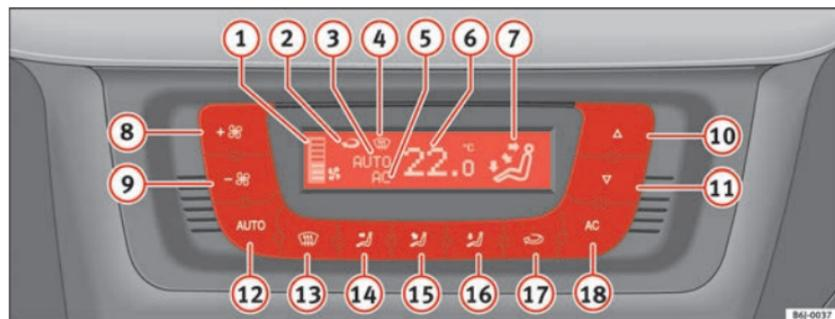

Fig. 91 Sur le tableau de bord : éléments de commande du Climatronic
- Tournez le régulateur de température ⇒ page 130, fig. 91 ⑩ pour régler la température souhaitée.
- ① Indicateur de position du ventilateur.
- ② Indicateur de la fonction de recyclage de l'air
- ③ Position **AUTO** (Fonctionnement automatique)
- ④ Position de désembuage
- ⑤ Position AC (Climatisation connectée)
- ⑥ Indicateur de la température intérieure sélectionnée
- ⑦ Indicateur de la direction du flux d'air
- ⑧ Augmentation de la vitesse du ventilateur
- ⑨ Diminution de la vitesse du ventilateur
- Appuyez sur la touche **AUTO**. L'afficheur indique ⇒ page 130, fig. 91 ⑦.
- Appuyez sur l'une des touches ⇒ page 130, fig. 91 **14** à **16** ou appuyez sur le régulateur du ventilateur **8** et **9**. L'indication **3** s'éteint.
Le ventilateur peut être réglé à l'aide des touches **8** et **9** ⇒ page 130, fig. 91. Si le ventilateur est éteint (l'écran n'affiche aucune position **1**) et vous continuez à appuyer sur la touche **9**, le Climatronic s'éteint. Dans un tel cas **OFF** apparaîtra à l'écran.
- Appuyez sur la touche  pour activer ou désactiver le mode recyclage de l'air ambiant. Il est connecté si le symbole  => page 130, fig. 91 s'affiche à l'écran.